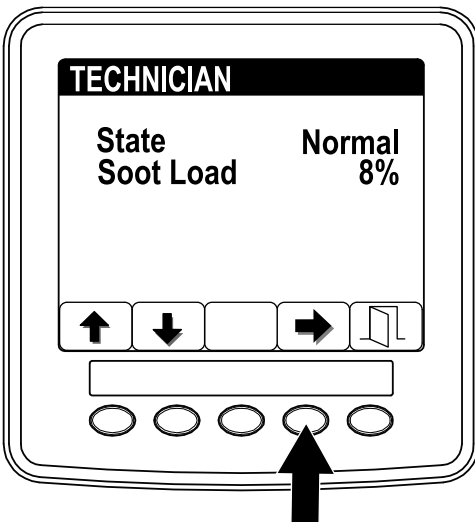

Figura 37
- Utilice la tabla de funcionamiento de DPF para comprender el estado actual del funcionamiento del DPF (Figura 37).